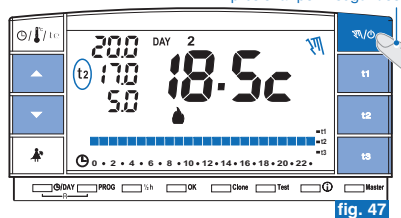

fig. 47
- Mantener presionada la tecla “/0” (unos 4 seg.), el símbolo “” permanecerá fijo. El nivel de temperatura actual se aplica a todas las horas del día (ej. fig. 47).